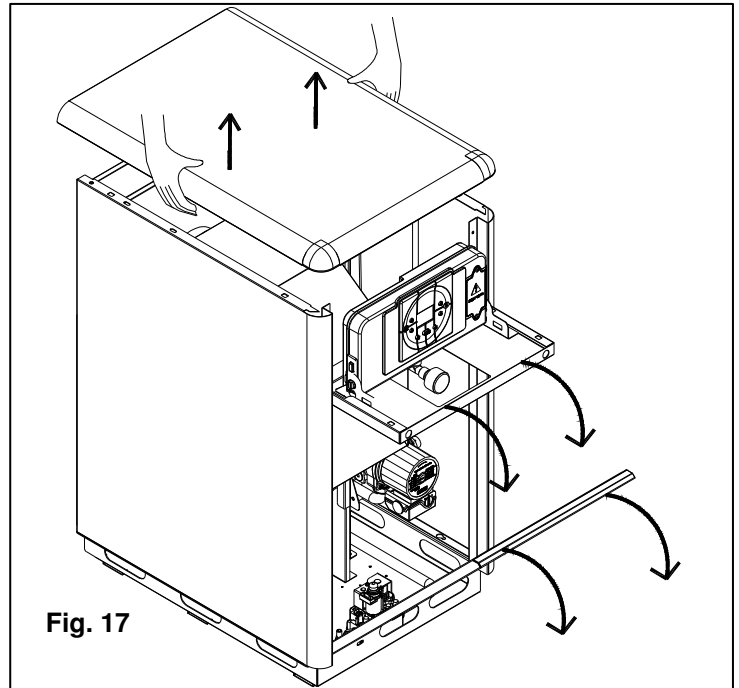

Fig. 17
- Retirer le couvercle supérieur en exerçant une certaine pression et en tirant vers le haut (fig. 17) ;
- Retirer le couvercle supérieur (voir fig. 17) ;